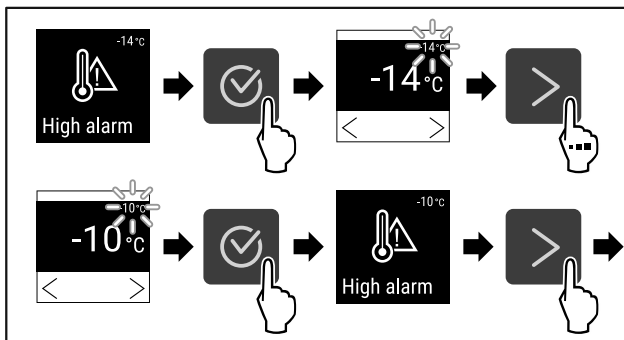

Fig. 99
- ▶ Hajtsa végre a művelet lépéseit (lásd Fig. 99) .